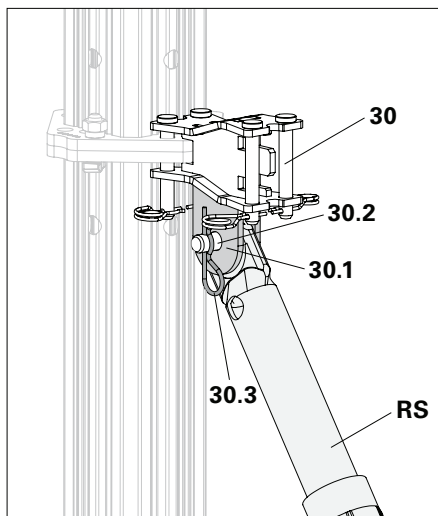

Fig. A8.01
- Collegare puntello (RS) e staffe (30.1) con perno (30.2) e inserto a molla (30.3). (Fig. A8.01)